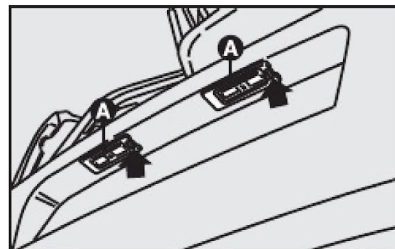

fig. 28
**LUZES DE PLACA - figs. 28 e 29**
- Agir no ponto indicado pela seta e remover o grupo transparente **A-fig. 28**;